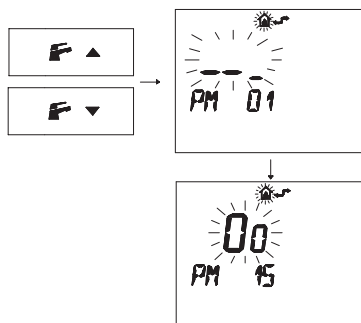

Figura 5.39
- Premere i pulsanti **F** o **F** per visualizzare la programmazione "**PM15**" abilitazione della sonda esterna (Figura 5.39).